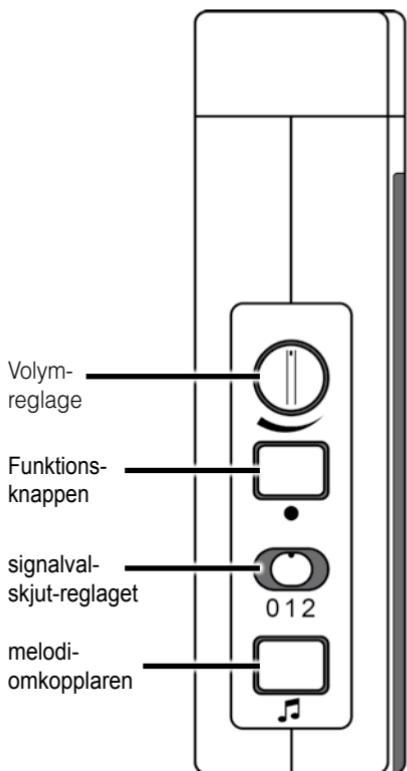

Bild 2: Vänster sida
Med hjälp av signalval-skjutreglaget (på bild 2 "0 1 2") kan du välja typ av signalerig.
- a) Håll länge funktionsknappen »•« (bild 2) nedtryckt. Symbolerna lyser upp efter varandra. Släpp knappen när symbolen som önskas tänds.